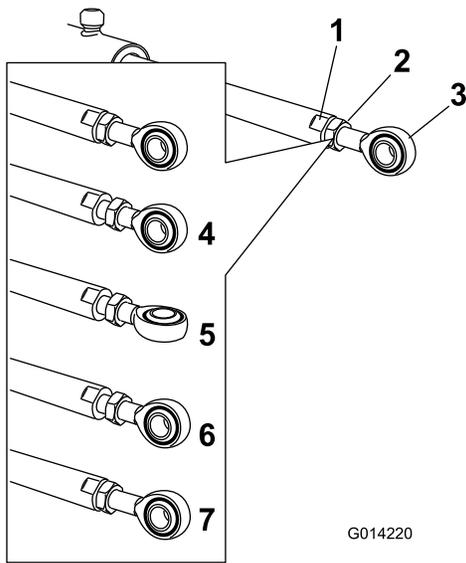

Bild 97
5. Arretieren Sie die flachen Seiten der Aktuatorstange mit einem Schraubenschlüssel und lösen Sie dann die Klemmmutter, damit Sie die Ösenstange manipulieren können (Bild 97).
6. Drehen Sie die Ösenstange in der Aktuatorstange, um den ausgefahrenen Aktuator auf die gewünschte Stellung zu verlängern oder zu verkürzen (Bild 97).